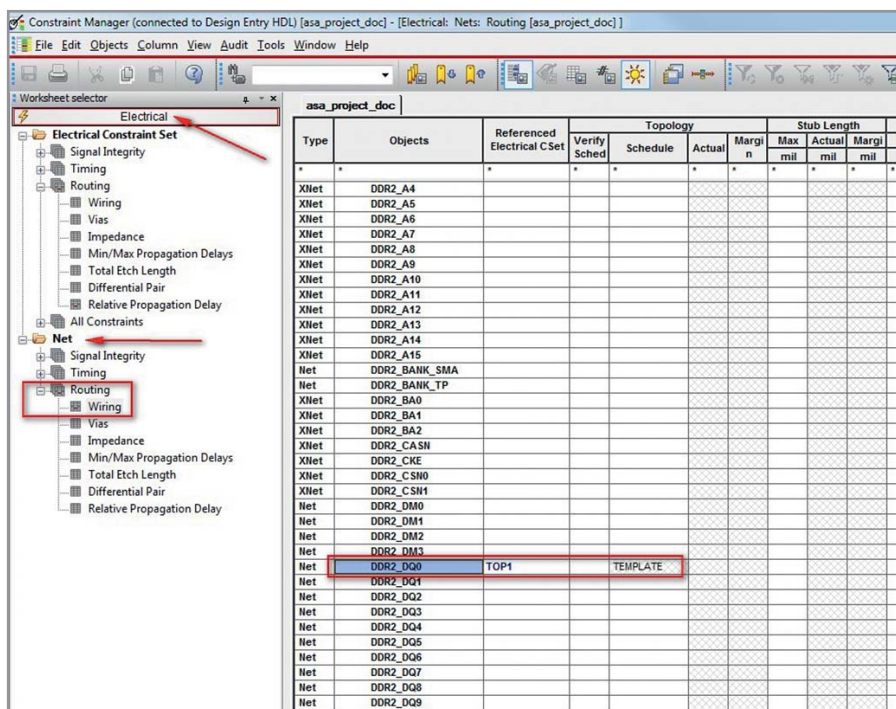

Рис. 1. Система управления ограничениями Constraint Manager
- DDR2\_DQ0; выберем его в списке (см. рис. 1);